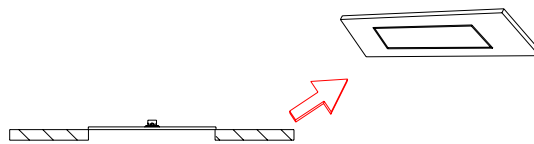

图 4
4.检查灯具与安装面是否平整贴合，如有缝隙请作适当调整，如图 4。